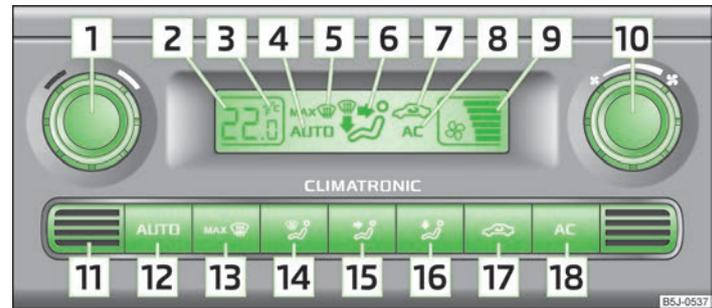

Abb. 80 Climatronic: Bedienelemente
- > (AC) 18 » Abb. 80 auf Seite 77 eingeschaltet.
- > Die Taste (AUTO) 12 » Abb. 80 auf Seite 77 drücken.
Gleichzeitig die Tasten (AUTO) und (AC) » Abb. 80 auf Seite 77 drücken und halten. Im Display erscheinen die Angaben in der gewünschten Temperatur-Maßeinheit.
Im unteren Teil des Gerätes befindet sich der Innenraumtemperatursensor **11** » Abb. 80. Den Sensor nicht überkleben oder überdecken, sonst könnte die Climatronic ungünstig beeinflusst werden.
- › Die Taste (AUTO) **12** » Abb. 80 auf Seite 77 drücken, im Display wird **AUTO** angezeigt.
- › Nach dem Einschalten der Zündung kann mit dem Drehregler **1** » Abb. 80 auf Seite 77 die gewünschte Innenraumtemperatur eingestellt werden.
- › Die Taste  **17** » Abb. 80 auf Seite 77 drücken, im Display erscheint das Symbol .
- › Die Taste  **17** » Abb. 80 auf Seite 77 erneut drücken, das Symbol  im Display erlischt.
- › Mit dem Drehregler **10** » Abb. 80 auf Seite 77 nach links (Gebläsedrehzahl verringern) bzw. rechts (Gebläsedrehzahl erhöhen) drehen.
➤ Die Taste   » Abb. 80 auf Seite 77 drücken.
➤ Die Taste   » Abb. 80 auf Seite 77 oder die Taste  erneut drücken.